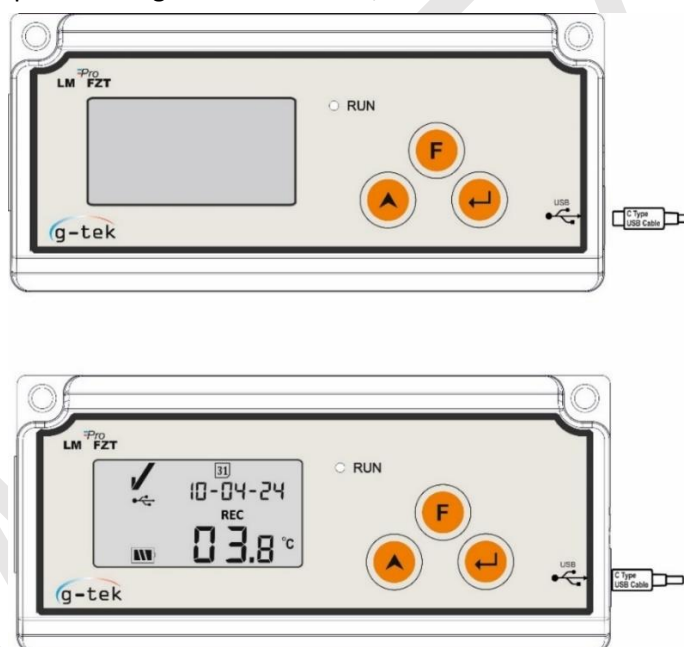

Figura 20 Accesorio micro USB
- Conecte el registrador de datos LM^{Pro} FZT (Type-1) a la PC mediante el cable USB, como se muestra en la figura 20.